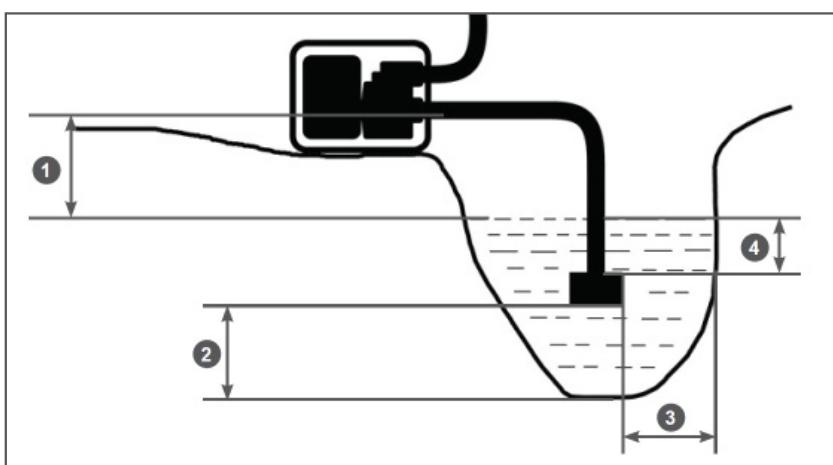

Рис. 7 Расположение мотопомпы и всасывающего фильтра
с установленным фильтром соблюдайте все требования, указанные на Рис. 7.
- Необходимо установить мотопомпу как можно ближе к водоему (емкости). Чем меньше высота расположения мотопомпы по отношению к уровню забора воды (Рис. 7 п. 1), тем быстрее происходит всасывание воды и выше производительность насоса.
Не превышайте высоту расположения мотопомпы по отношению к уровню забора воды (Рис. 7).
В процессе выкачивания жидкости из водоема (емкости) уровень воды в водоеме будет естественным образом понижаться. Если требуемые расстояния (Рис. 7) между всасывающим фильтром и стенками, а также дном водоема не соблюдаются, выкачивание воды следует прекратить.